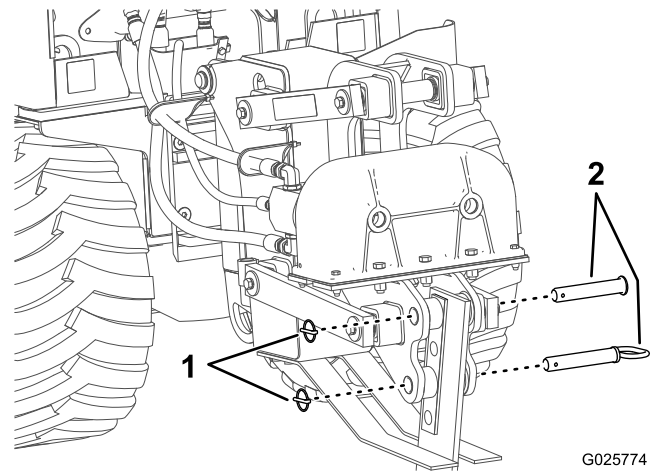

Figure 9
2. Retournez les 2 circlips et retirez la goupille (Figure 9).